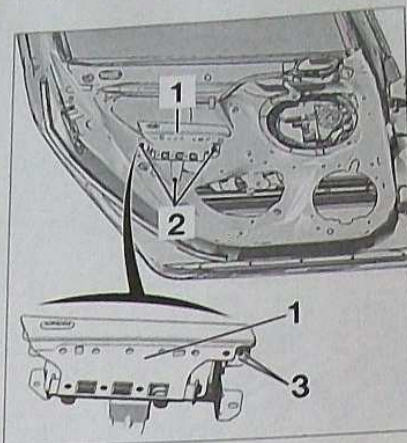

FIG. 22
Déposer les fixations (2) (Fig.22)